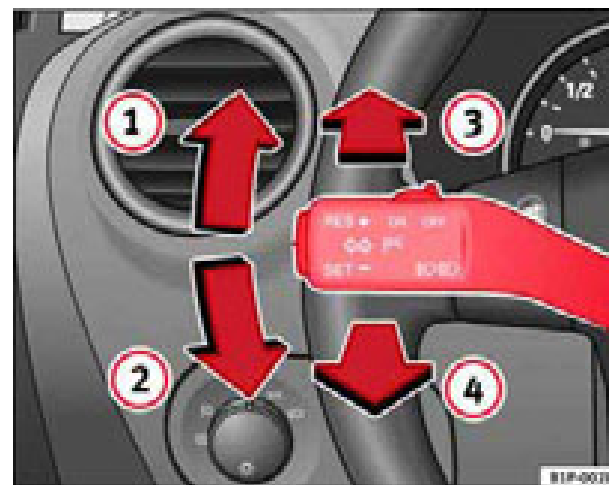

Fig. 77 Palanca de intermitentes y de luz de carretera
- Desplace la palanca hacia arriba hasta el tope ⇒ **página 120, fig. 77 ①** para encender el intermitente **derecho** o bien hacia abajo **②**, para encender el intermitente **izquierdo**.
- Desplace la palanca hacia adelante ⇒ **página 120, fig. 77 ③** para encender la luz de carretera.